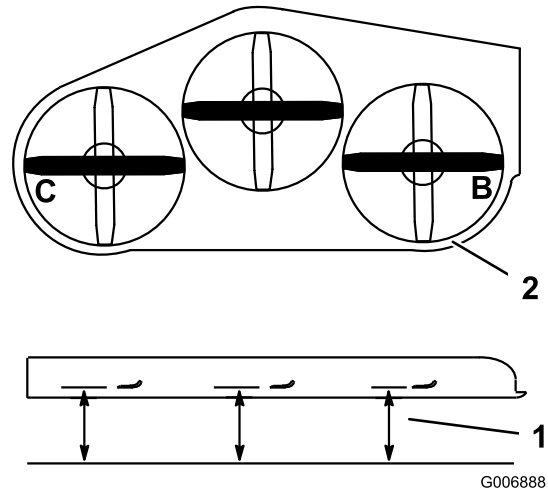

Figura 56
1. Coloque la cuchilla derecha en posición longitudinal (Figura 56).
2. Mida la cuchilla derecha en la posición **B** desde una superficie nivelada hasta el filo de corte del extremo de la cuchilla (Figura 56).
4. Coloque la cuchilla izquierda en posición longitudinal (Figura 56).
5. Mida la cuchilla izquierda en la posición **C** (Figura 56) desde una superficie nivelada hasta el filo de corte del extremo de la cuchilla.